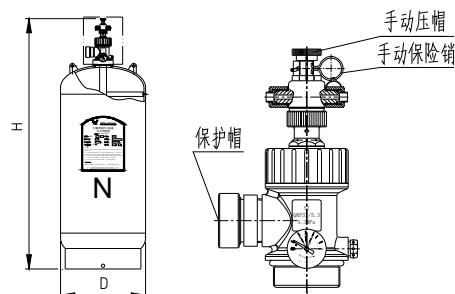

图4 灭火剂瓶组及容器阀
1.1 焊接钢瓶瓶组结构（图4）：灭火剂瓶组主要由灭火剂及容器、容器阀、虹吸管、安全泄放装置、灭火剂取样口、压力型检漏装置及误喷射防护装置等组成。